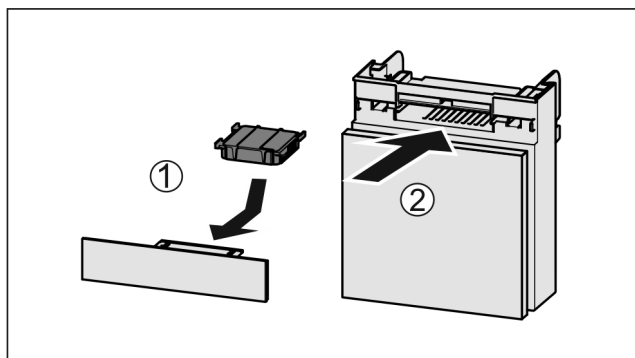

Fig. 145
- ▶ Aktivkohlefilter nach Abbildung einsetzen Fig. 145 (1).
- ▶ Fach einschieben Fig. 145 (2).